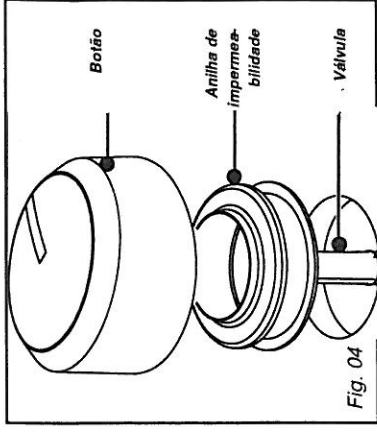

Fig. 04
- **Regule os redutores das válvulas:** estes encontram-se por baixo dos botões (Fig. 04).